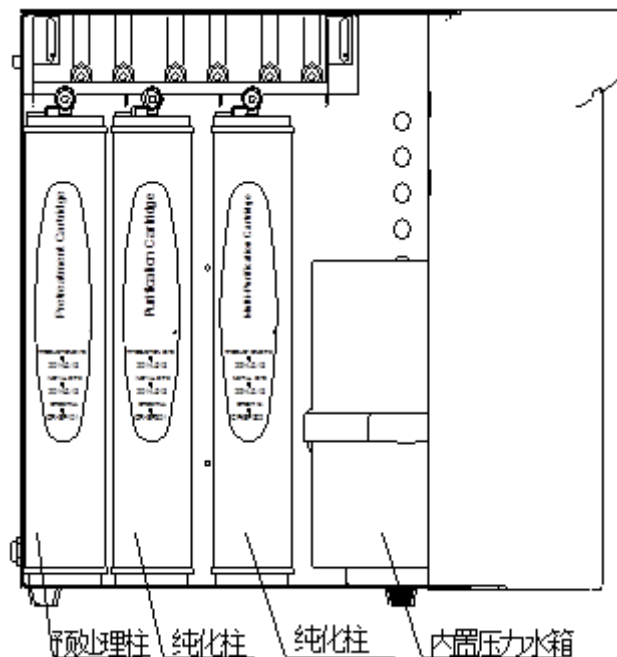

图 8 处理柱位置图
A. 拧松左侧门板后方的两个螺丝，按下左门上的两个搭扣，往外拉的同时往上提起，拿掉门板。露出要调换的预处理柱，如图 8